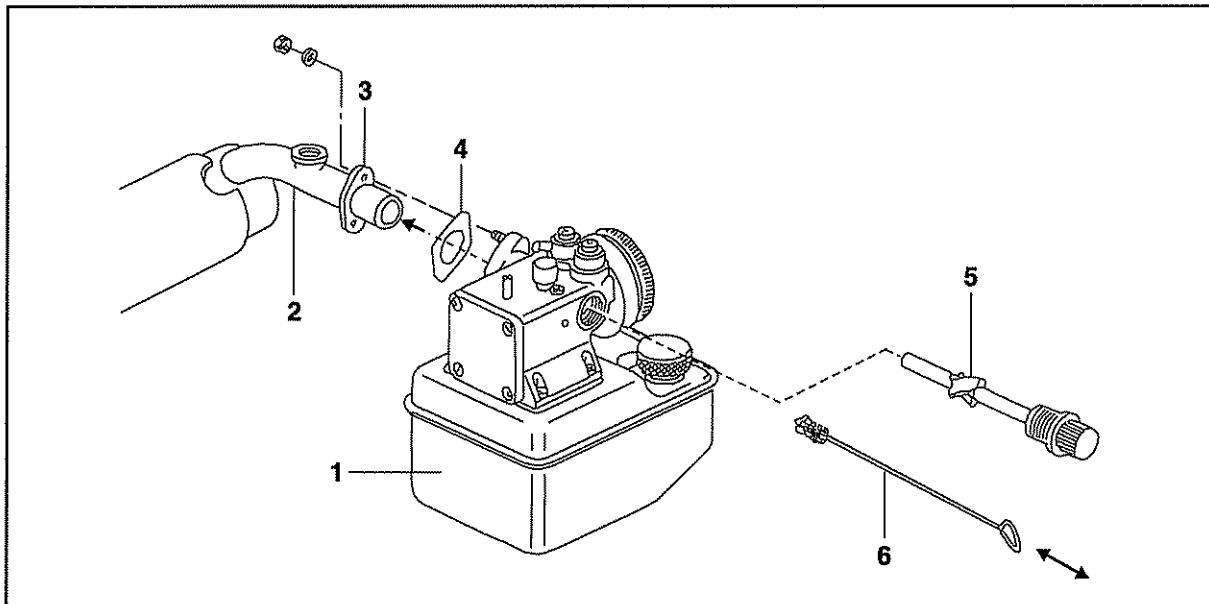

Abb. 11
- Mischkammerhals durch den Vergaser hindurch mit der Drahtbürste (Abb. 11-6) reinigen (siehe Pfeil Abb. 11).